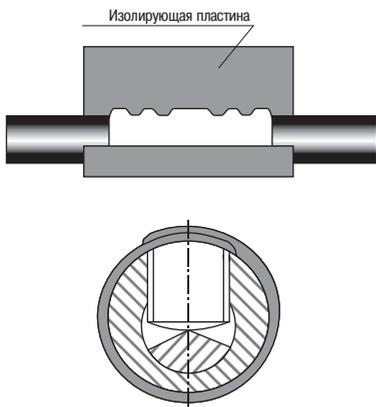

Рисунок 12.
4.25 Обезжирить гильзы и прилегающие к ним участки трубок на расстоянии не менее 50 мм. Обернуть гильзы пластиной герметика (из комплекта «Герметик для гильзы»), для чего снять с одной стороны пластины бумагу, расположить её симметрично относительно середины гильзы, край пластины расположить на местах срыва головок болтов (пластина должна полностью закрыть места срыва головок болтов) и обернуть гильзу, постепенно снимая бумагу. После обертывания гильзы места срыва головок болтов должны быть закрыты пластиной в два слоя. Обжать пластину рукой (рисунок 12).